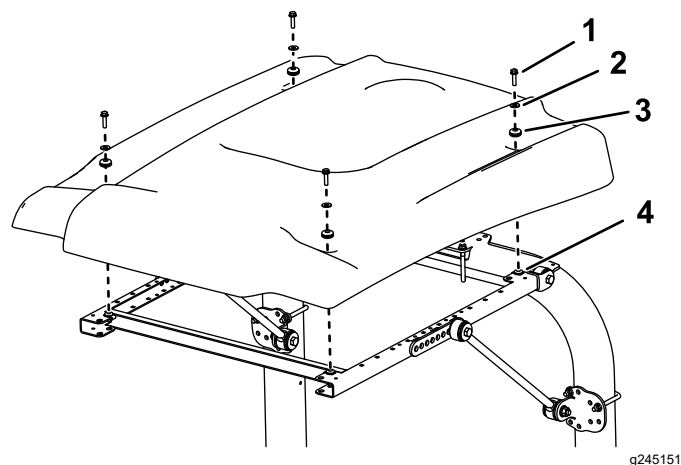

Figura 46
9. Alinee los taladros de montaje y posicione el toldo sobre el bastidor, según se muestra en Figura 46.
10. Sujete provisionalmente cada esquina del toldo al bastidor con un perno con arandela prensada ($\frac{5}{16}$ " x $1\frac{1}{4}$ "), una arandela pequeña y un anillo de goma (Figura 46).